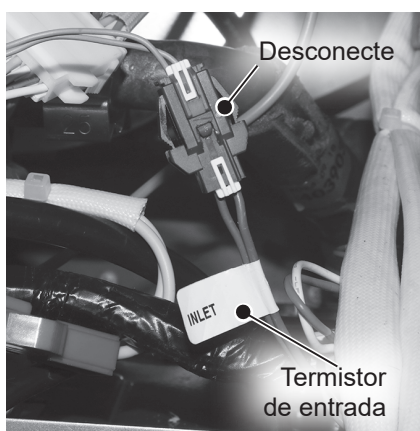

Figura 39 - Desconexión del termistor de entrada
- 15** Ubique el mazo de cables del termistor de entrada y desconéctelo. Consulte la Figura 39.